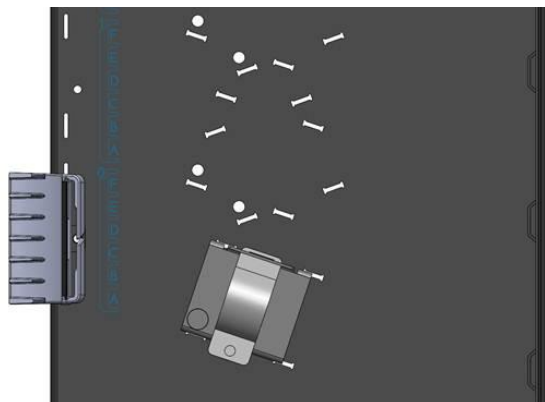

Figure 1
- C. Treillis arrière (partie intégrante du bâti) :** ce réseau d'orifices permet de fixer les faisceaux de câbles à l'arrière du bâti. À chaque plateau correspondent plusieurs points où poser des rondelles passe-câbles venant d'en haut ou d'en bas. Des guides d'acheminement (figure 1)